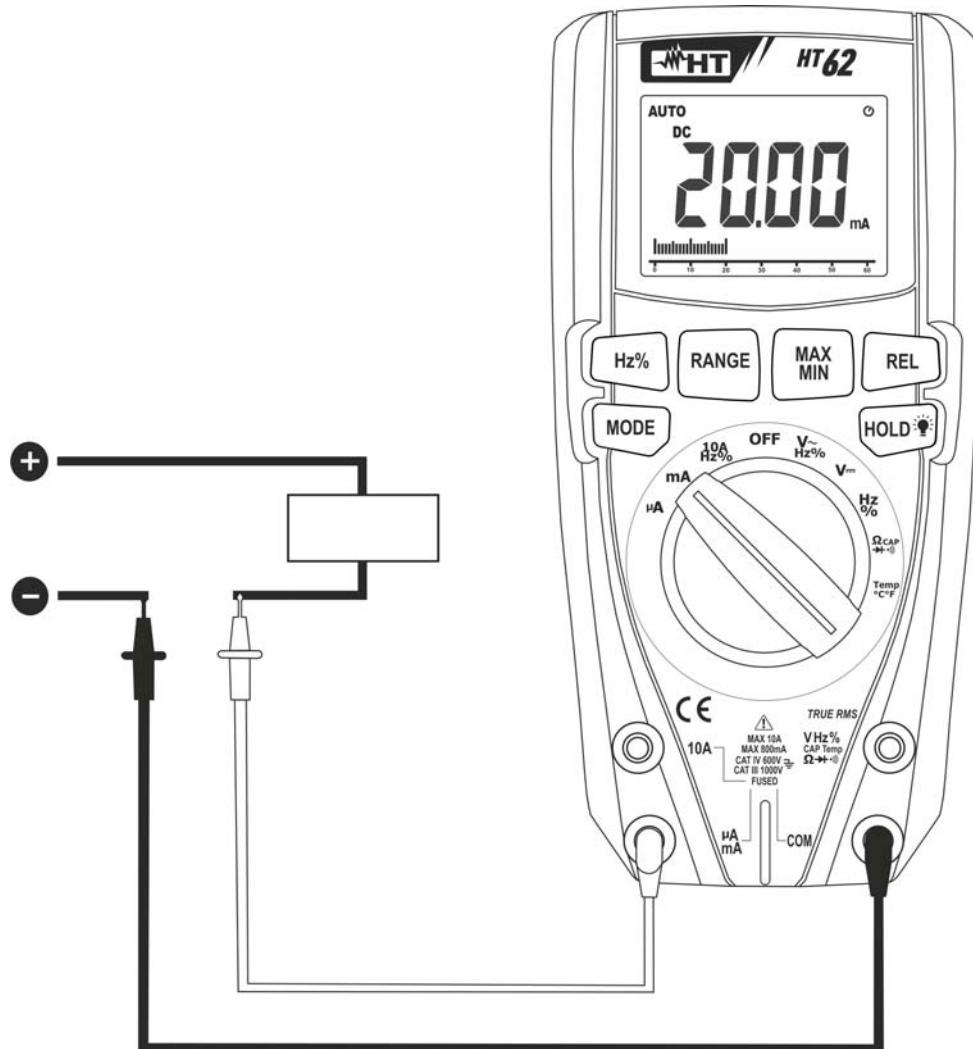

Fig. 9: Mesure de Courant DC
4. Connecter l'embout rouge et l'embout noir en série au circuit duquel on veut mesurer le courant en respectant la polarité et la direction du courant (voir Fig. 9).
7. L'affichage du symbole "**-**" sur l'écran de l'instrument indique que le courant a une direction opposée par rapport à la connexion de Fig. 9.